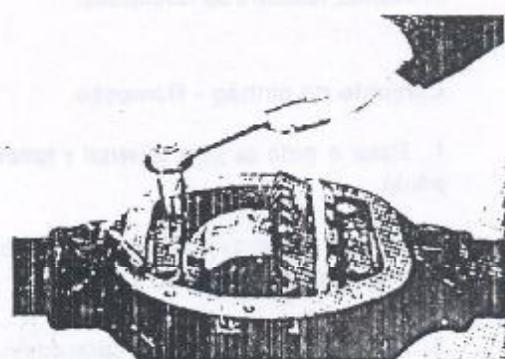

Figura 5.17.1 - Capas dos rolamentos laterais.
3. Remover as capas de fixação dos rolamentos laterais da coroa, marcando previamente a posição de montagem das mesmas (Figura 5.17.1).